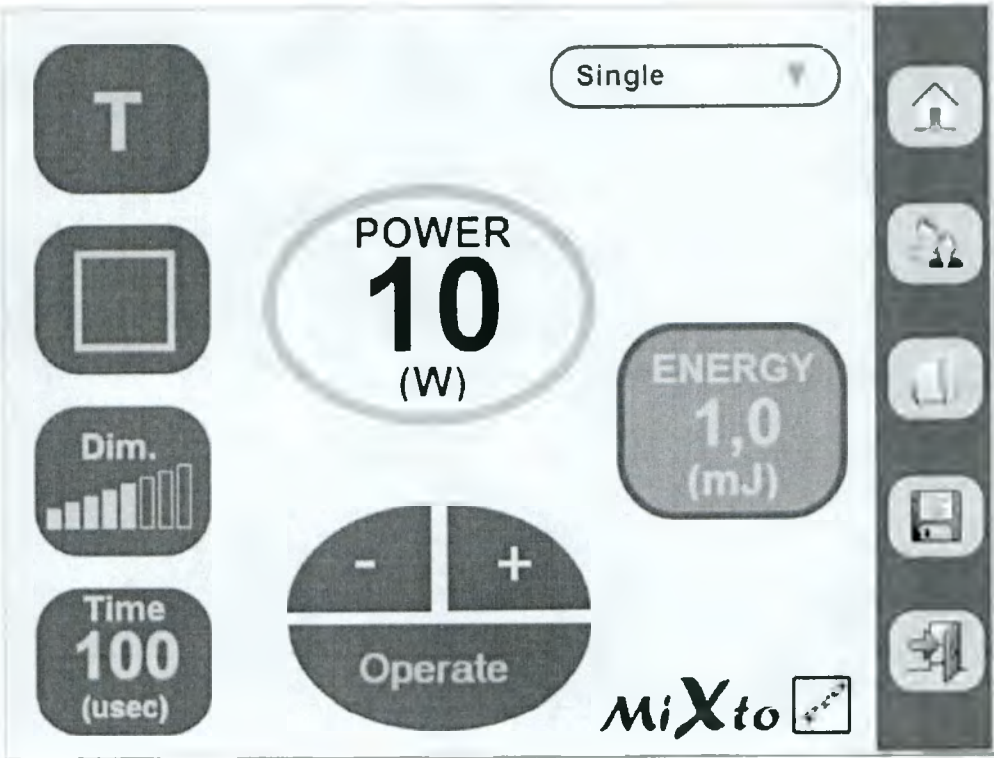

Рис. 68. Экран для работы со сканером в режиме Т.
В режиме Т рабочий экран выглядит так, как показано на рис. 68.
- Нажмите кнопку выбора паттерна, которая показывает текущую фигуру, по которой производится сканирование (например, квадрат на рис. 68). При нажатии кнопки откроется